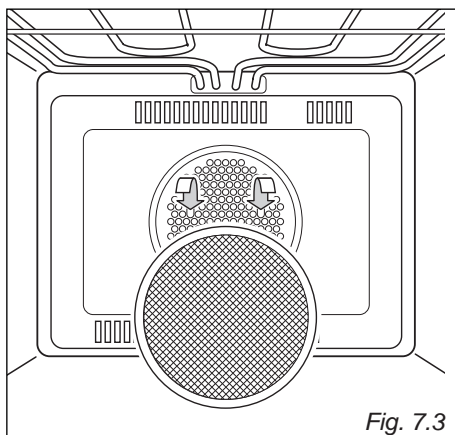

Fig. 7.3
- L'arrière du four est muni d'un écran spécial pour absorber les particules de graisse, surtout lorsqu'on fait rôtir des viandes. Le filtre est accroché à la paroi postérieure du four comme illustré sur la figure 7.3.